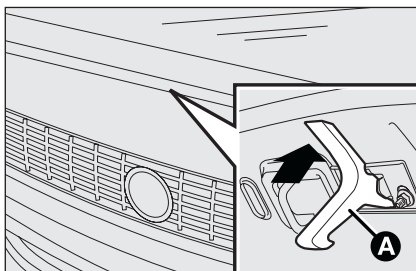

fig. 95
- agir sur le levier **A - fig. 95** comme indiqué sur la figure ;